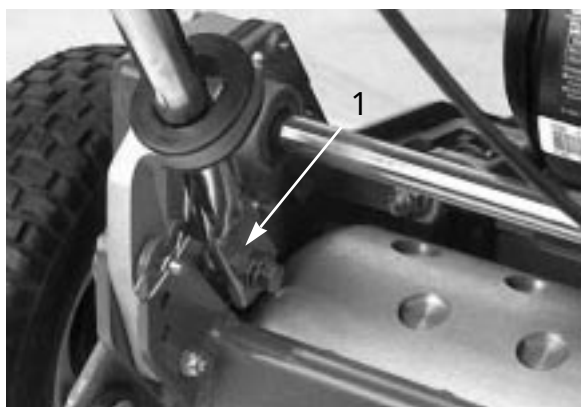

図2
5. ハンドル端を内側に絞りながら、取り付けピンに通す（図2）。
6. 取り外しておいたキャップスクリュー、ワッシャ、ロックワッシャで、ハンドル端部を固定する（図2）。
7. 次に、ハンドル・アームの下部を固定する。先程外したキャップスクリューとロックナットを使用する（図2）。ハンドル・アーム取り付け穴にブッシュを入れるのを忘れないこと。
8. 先程外しておいたコッターピンとリングピンで、ハンドル・アームをフレーム後部に固定する（図2）。